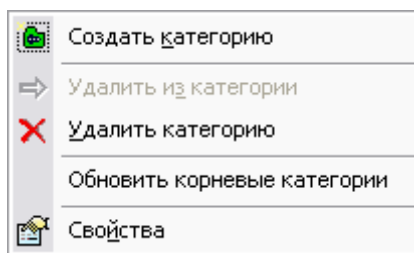

Рис. 113
Работа с категориями ведется посредством контекстного меню, вызываемого нажатием правой кнопки мыши на категорию в окне категорий (Рис. 113).
1. Выберите пункт меню **Создать Категорию** (Рис. 113).
С категориями можно прodelьвать следующие операции (Рис. 113).